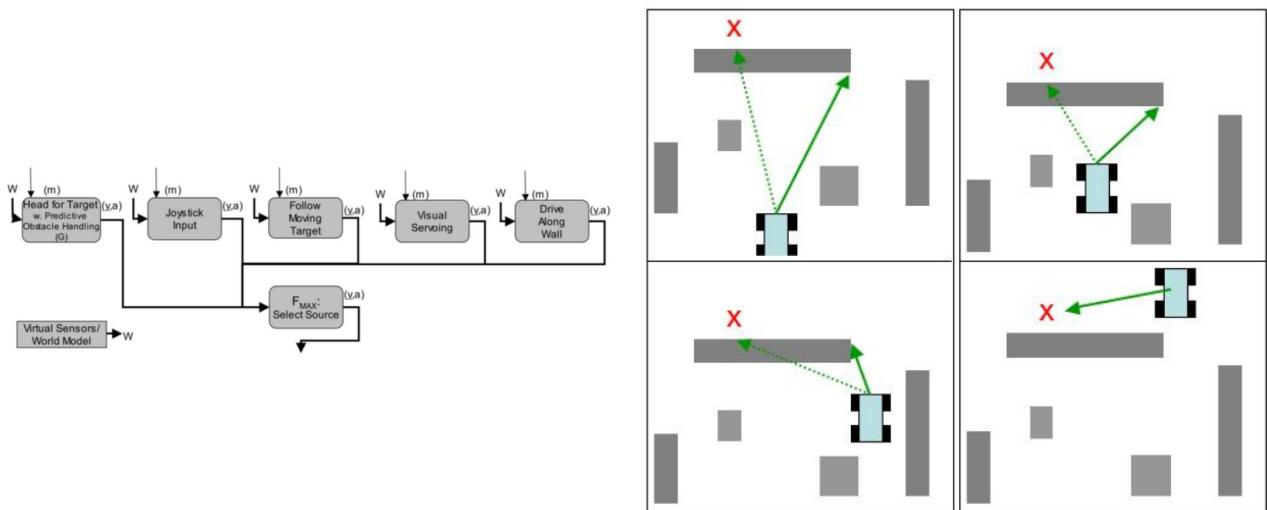

Abbildung 96: Aufgaben-Orientiertes Level
**Aufgaben-Orientiertes Level:** Vgl. Abbildung 96.